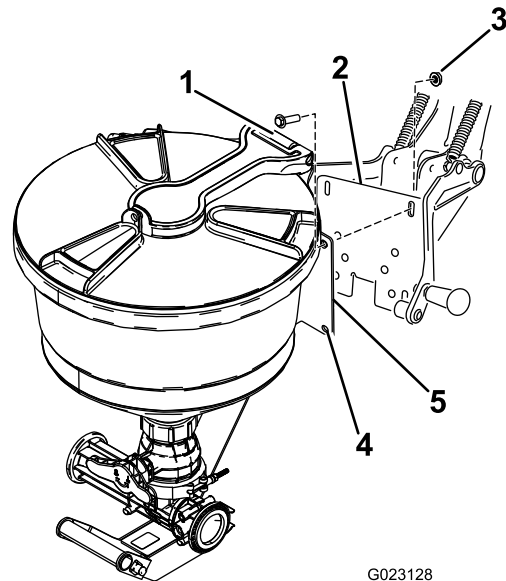

Figura 12
1. Alinai orificiile din placa de montare a ejectorului cu fantele din cadrul de susinere (**Figura 12**).